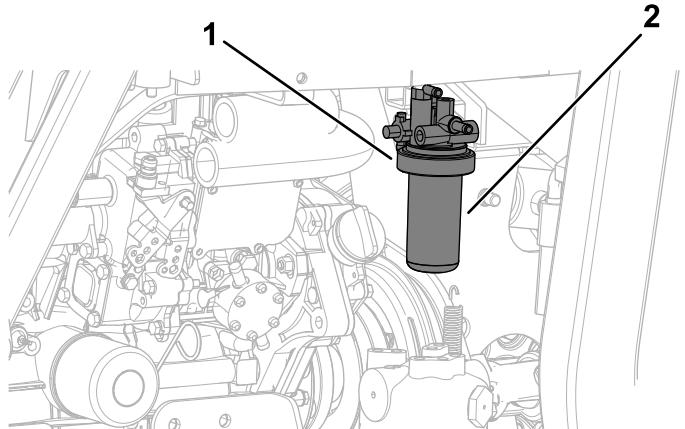

Figura 72
- Limpe a zona em torno da cabeça do filtro de combustível (Figura 72).
- Retire o filtro e limpe a superfície de montagem da cabeça do filtro (Figura 72).